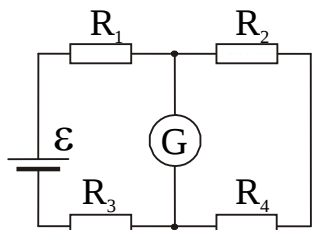

Рисунок 5
1. На рис. 5 $\varepsilon=2$ В, $R_1=60$ Ом, $R_2=40$ Ом, $R_3=R_4=20$ Ом и $R_G=100$ Ом. Определить силу тока I_G , протекающего через гальванометр.